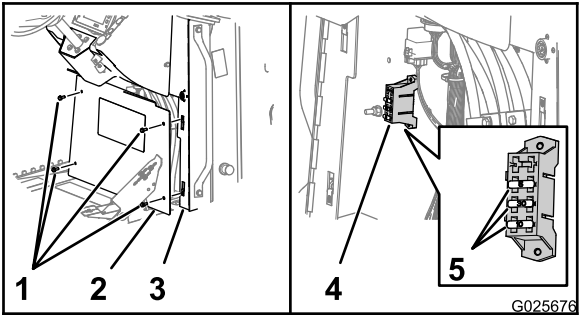

Figura 86
3. Remova os 4 parafusos sextavados flangeados (5/16 x 3/4 pol.) que prendem a tampa ao console e remova a tampa (Figura 86).
- 4. Localize o fusível aberto e substitua-o por um fusível do mesmo tipo e amperagem (Figura 86).
- 6. Alinhe o orifício na tampa com os cliques de porca nos flanges do console (Figura 86).